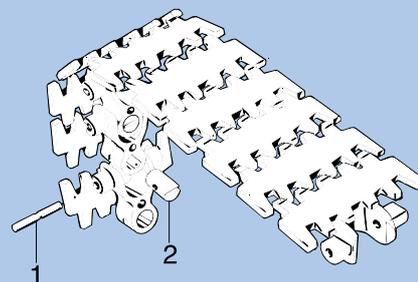

Figure 2. Éléments d'assemblage de la chaîne
2. Enlever l'axe en inox (1) du pivot (2). (Figure 2.)